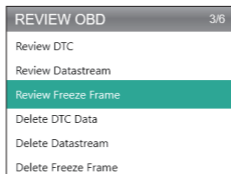

図 5.1.3
3. OBD を検査して [OK] を押します。DTC、データフロー、フリーズフレームなどの 6 つの選択肢が画面に表示されます（図 5.1.3 を参照）。